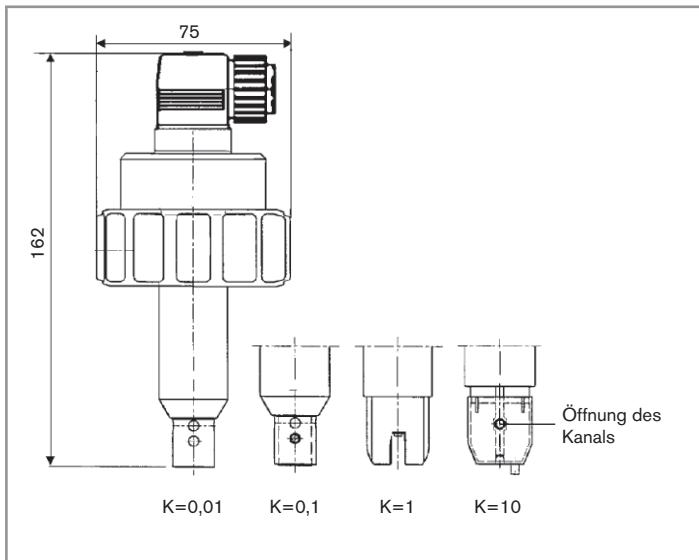

Bild 2: Abmessungen des Geräts [mm]
- Bei der Elektrode mit Zellkonstante K=10, die Öffnung des Kanals (siehe Bild 2 Kap. 6.3) in Richtung der Flüssigkeit drehen.